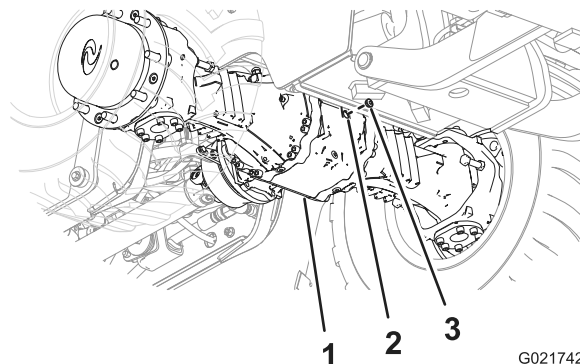
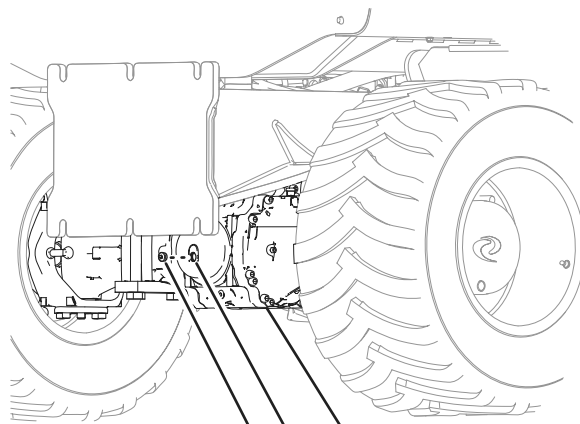

Рисунок 66
Рисунок 67
- Посмотрите сквозь смотровое отверстие и убедитесь, что уровень масла находится на нижней части резьбы отверстия (Рисунок 66 и Рисунок 67).
6. Заверните пробку в смотровое отверстие картера ведущей шестерни моста (Рисунок 66 и Рисунок 67).